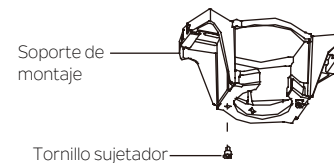

Fig. 6
Paso 2 : Ahora debe retirar uno de los dos tornillos sujetadores en el soporte de montaje y guárdelo para su uso posterior. Afloje el segundo tornillo sujetador sin quitarlo por completo. (Fig. 6)